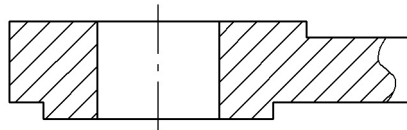

Рис. 51.65.
3. Оформите местный разрез, как это показано на рис. 51.65.